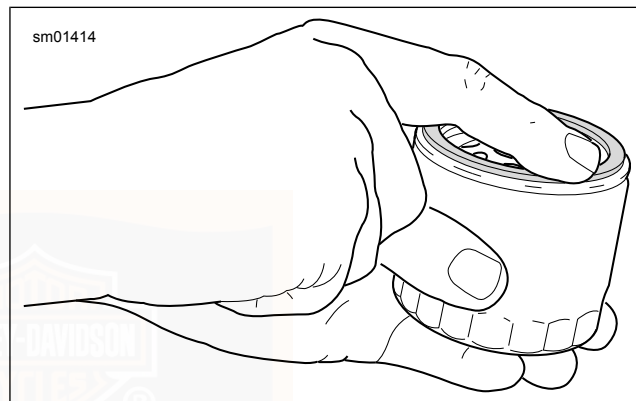

Abbildung 86. Schmieren der neuen Ölfilterdichtung
7. Siehe Abbildung 86. Den **neuen** Ölfilter einbauen.